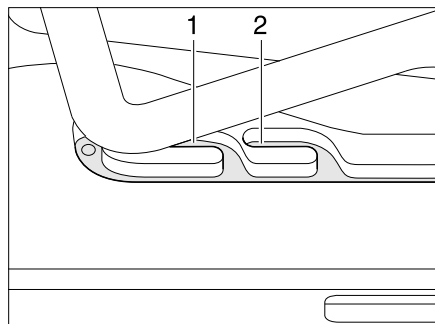
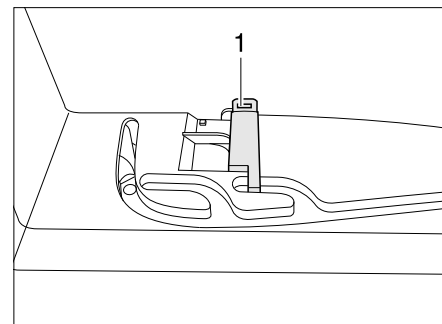

Bild 47 Heki-Dachhaube in Lüftungsstellung
Bild 48 Verriegelung Lüftungsstellung
Die Heki-Dachhaube kann in zwei Lüftungsstellungen gebracht werden: Schlechtwetterstellung (Bild 47,1) und Mittelstellung (Bild 47,2). Je nach Modell kann die Dachhaube in der Mittelstellung mit dem Riegel (Bild 48,1) verriegelt werden.
- Den Bügel leicht nach oben drücken und in die gewählte Führung (Bild 47,1 oder 2) schieben und ggf. verriegeln.